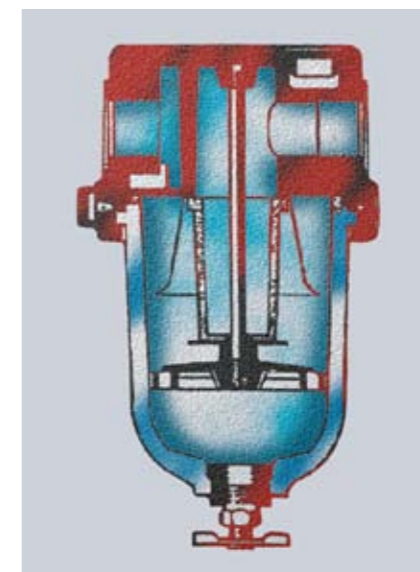

Fig. 2: Scaricatore a galleggiante
**a) Scaricatore a galleggiante (fig. 2)** Questo scaricatore rientra tra i più antichi sistemi di scarico ed ha sostituito lo scarico manuale, di per sé né economico, né tanto meno sicuro. Tuttavia anche lo scarico della condensa per mezzo di sistemi a galleggiante si è dimostrato poco affidabile, in quanto le impurità presenti nell'aria compressa causavano frequenti guasti e una continua manutenzione.